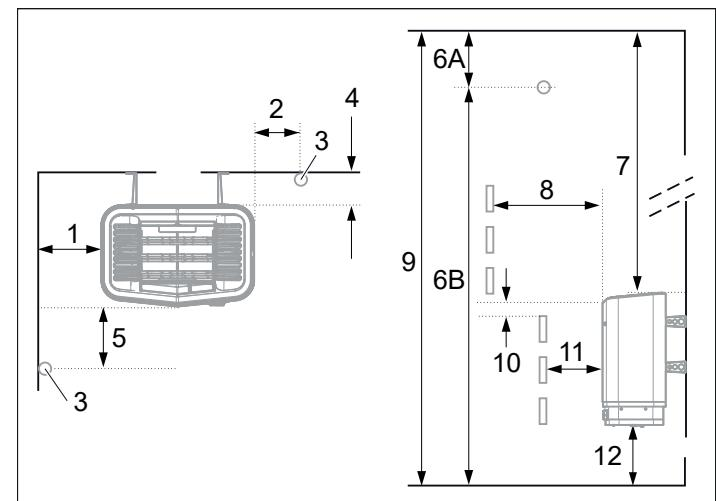
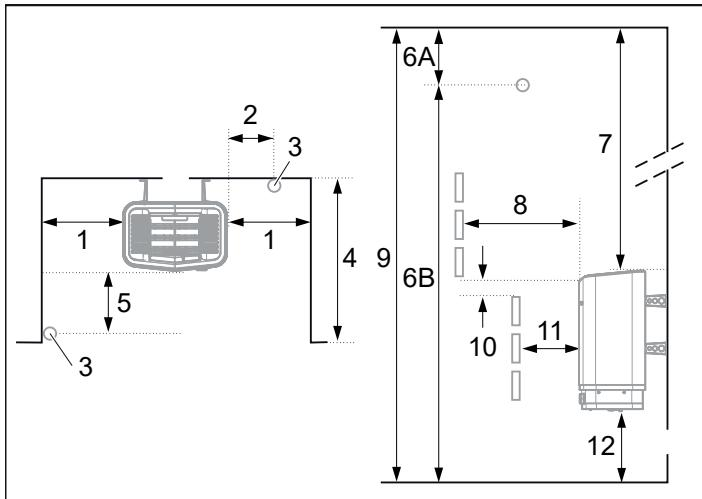

Fig 5: Placering av bastuaggregatet - normalmontage
Fig 7: Placering av bastuaggreat - nischmontage
- Planera sensors placering (se Fig 5, sidan 3 samt Fig 7, sidan 4).
- på samma vägg som dörren (endast i undantagsfall på sidoväggen, men då mycket nära dörrväggen). Aggregatet kan också placeras i nisch (se Fig 7).
- på säkert avstånd till golvet, sidoväggar och inredning (se Fig 5).
Placera sensorn enligt bilden (se Fig 5).
1. Placera aggregatet på säkert avstånd till golv, sidovägg och inredning (se Fig 7).
2. Placera sensorn enligt bilden (se Fig 7).